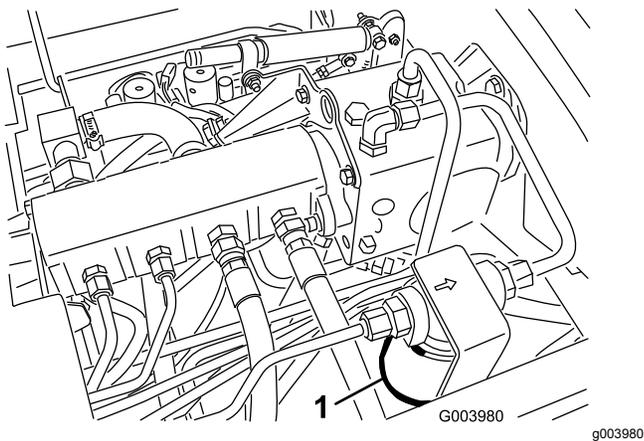
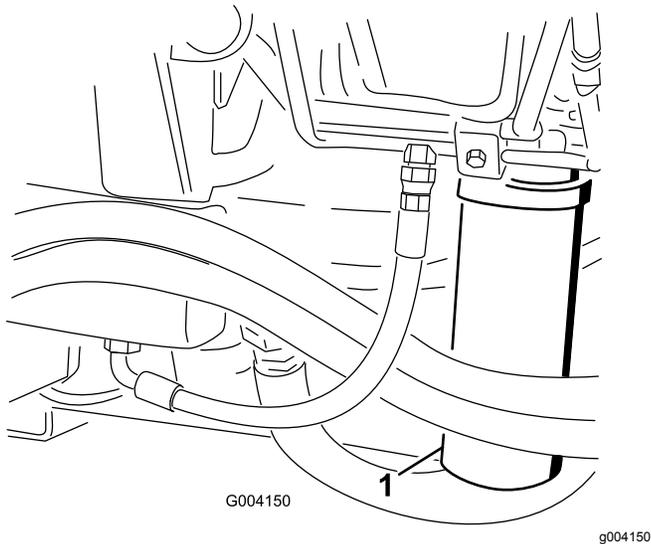

図 71
図 72
2. フィルタ取り付け部付近をきれいに拭き、下に容器を置く 図 71 と 図 72。